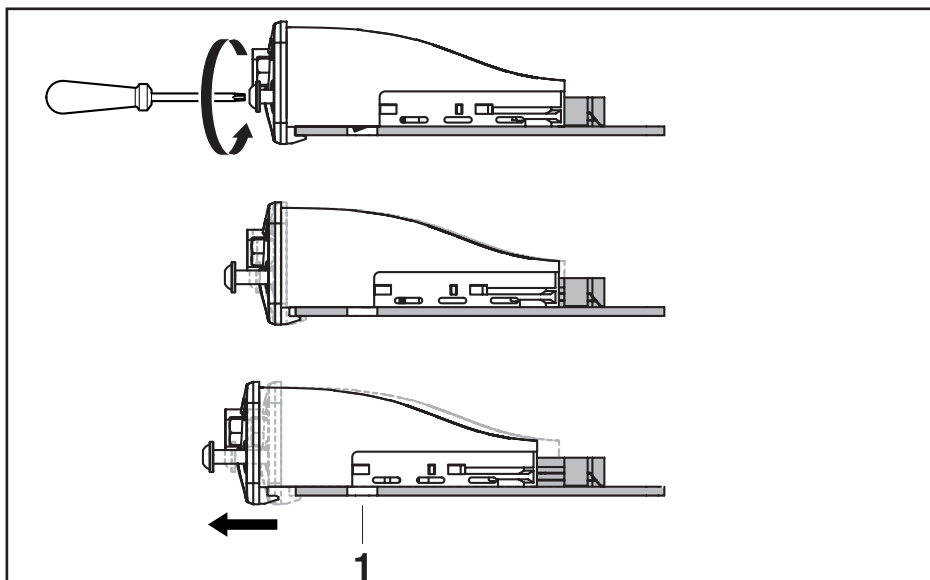

Fig. 4 : Desserer le mécanisme de blocage
2. Desserrez les vis Torx de la face avant. Le module d'interface IMpdp ne peut être extrait que lorsque le mécanisme de blocage est complètement desserré (voir Fig. 4).